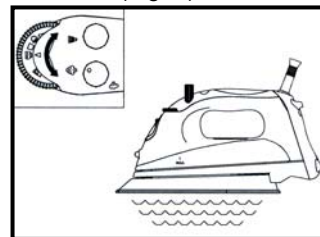

Fig. 2
5. Para aumentar el vapor, gire el dial regulador de vapor a la derecha. Cuando se use más vapor, la plancha consumirá más agua y tendrá que rellenarse con más frecuencia. (Fig. 2)